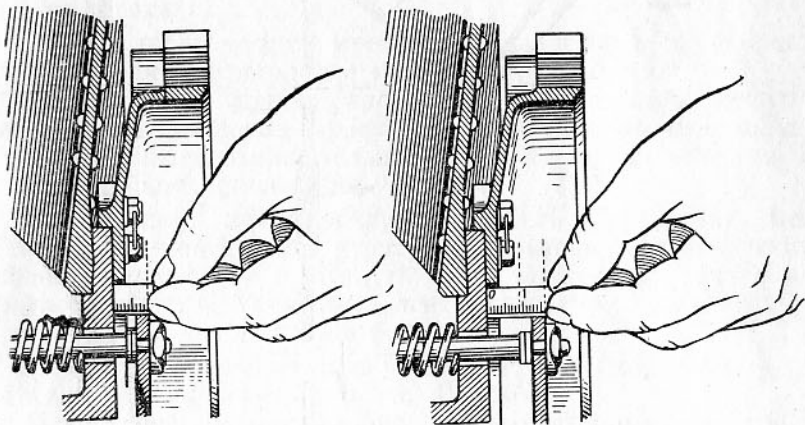

Рис. 38. Определение хода нажимного диска
2. После восстановления свободного хода продольной тяги проверить ход нажимного диска, который должен быть в пределах 6—7 мм. Для этого необходимо открыть кормовой лист брони или снять жалюзи и измерить ход нажимного диска так, как показано на рис. 38.